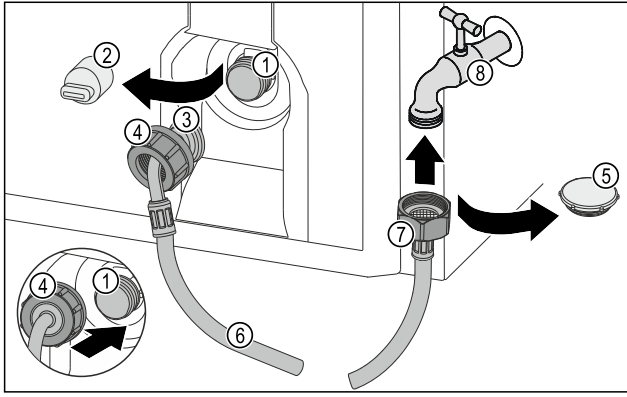

Fig. 32
- 移除密封盖 Fig. 32 (5)。
- 将软管直头 Fig. 32 (7) 装在水龙头 Fig. 32 (8) 上。
- 顺时针拧紧软管直头 Fig. 32 (7) 上的螺母。